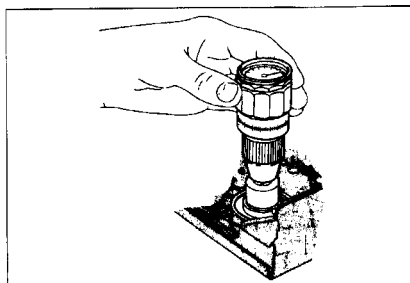

Fig. M18
- Mantenere la rotazione finché l'indicazione del torque meter rimane la stessa (vedere la fig. M18)